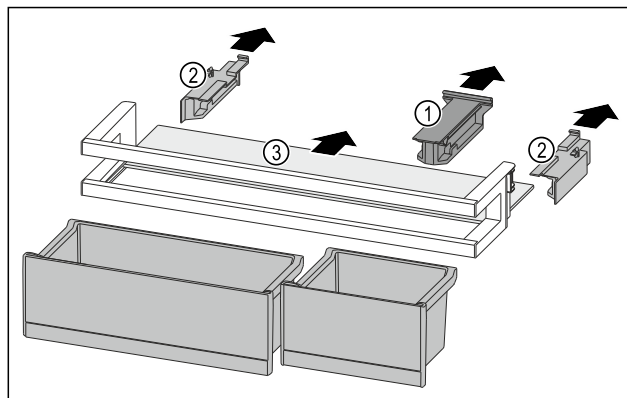

Fig. 200
- Halteteil Fig. 200 (1) abziehen.
- Seitenteile Fig. 200 (2) abziehen.
- Abstellfläche Fig. 200 (3) entnehmen.